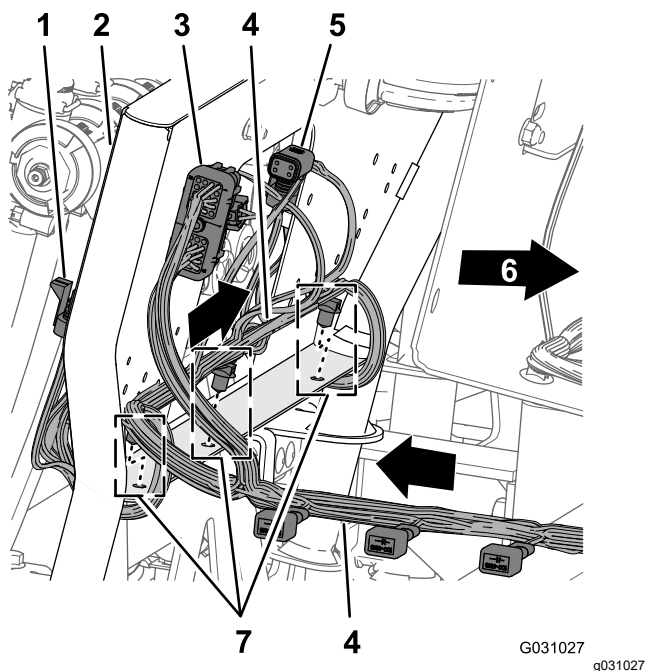

Figura 99
- Enrute la rama de 203 cm (80") del arnés de cables por detrás del soporte de 10 válvulas con los 10 conectores de las válvulas de boquilla hacia atrás y por debajo de las válvulas (Figura 99).
2. Introduzca las grapas de la rama de 203 cm (80") del arnés de cables en los orificios de la pestaña inferior del soporte de 10 válvulas (Figura 99).